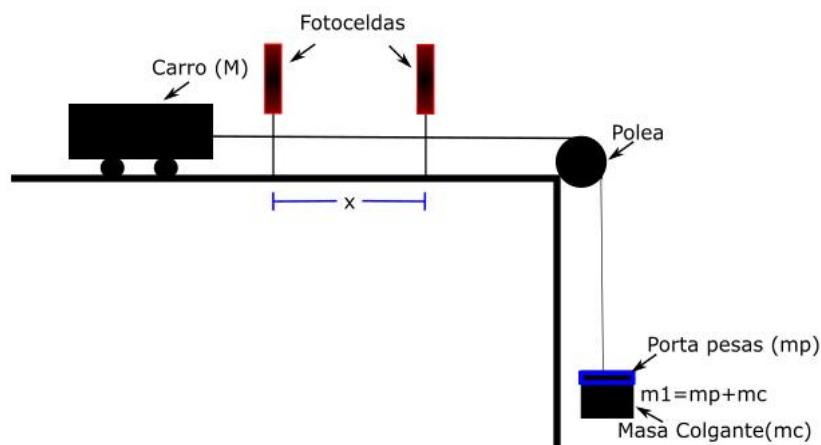

Figura 1. Diagrama del montaje de la Segunda Ley de Newton
4. Según la figura 1 aplique la segunda ley de Newton y demuestre la ecuación (4.3).